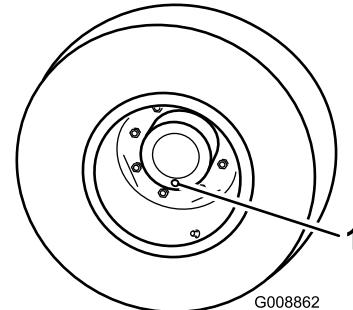

Bild 90
1. Stellen Sie die Maschine auf einer ebenen Fläche ab und positionieren Sie das Rad so, dass sich eine der Prüfschrauben in der untersten Stellung (6 Uhr) befindet (Bild 90).